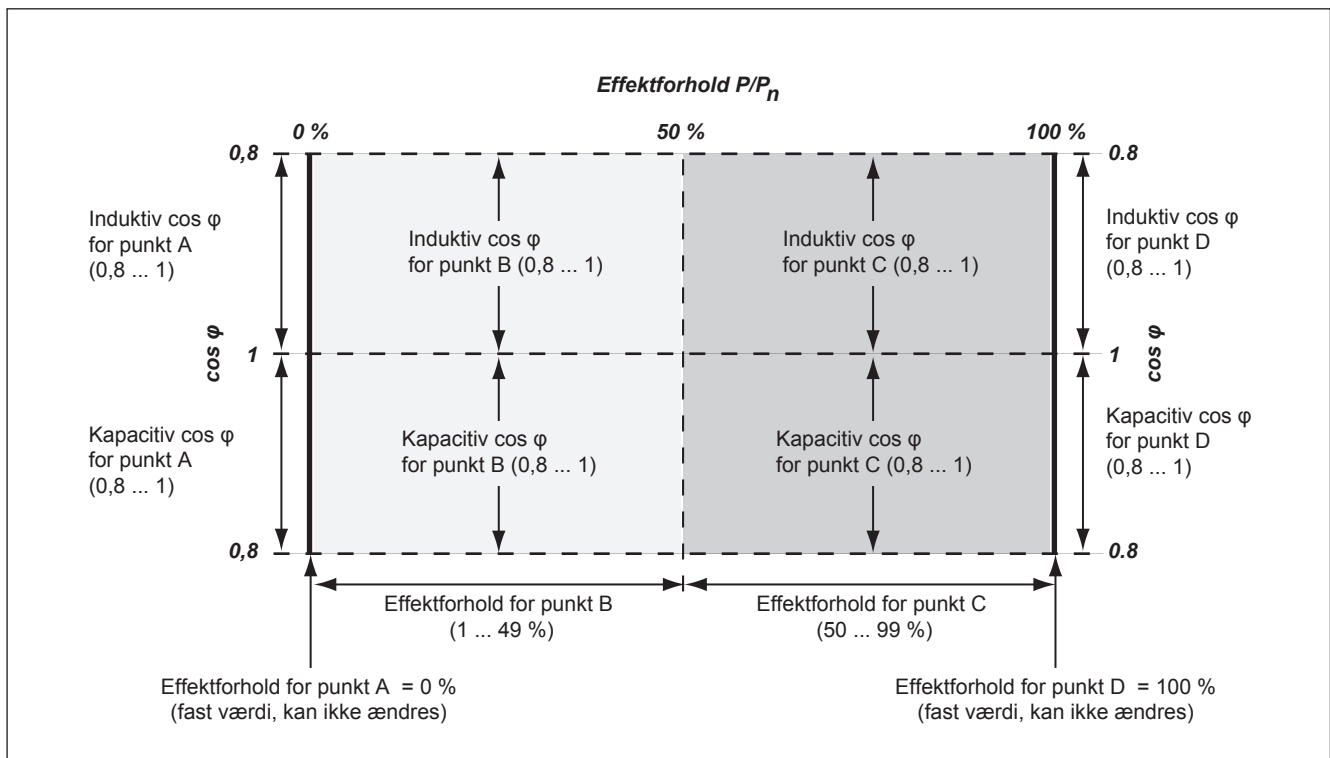

Fig. 10.3: Indstillingsområder for funktionen „ $\cos \varphi (P)$ “
Med denne funktion kan der fastlægges en separat $\cos \varphi$ for fire forskellige effektforhold P/P_n (se „Fig. 10.3 Indstillingsområder for funktionen „ $\cos \varphi (P)$ “,“ s. 64).
(se i den forbindelse Fig. 10.3, S. 64)